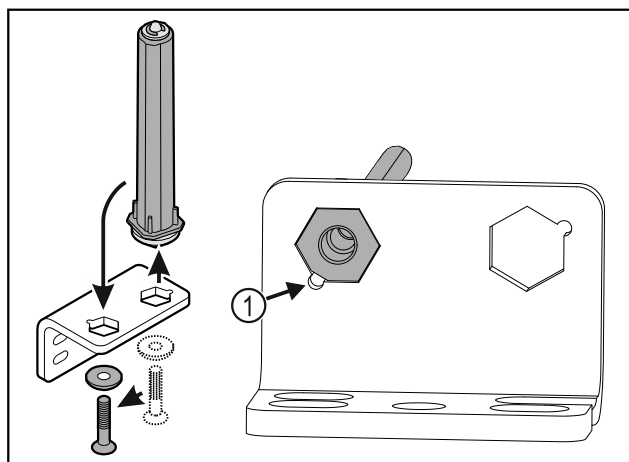

Fig. 39
- ▶ Zwrócić uwagę, aby podczas wkładania ścięcie sworznia Fig. 39 (1) było skierowane na okrągły otwór.